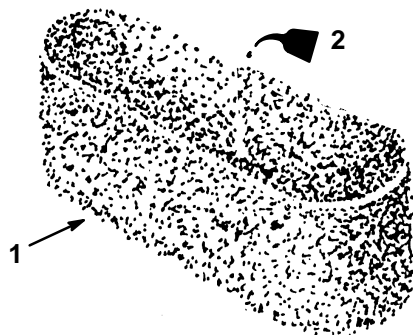

Figure 28
- C. Imbiber l'élément de 30 à 60 ml d'huile, soit une ou deux onces (Fig. 28). Presser l'élément pour bien répartir l'huile.